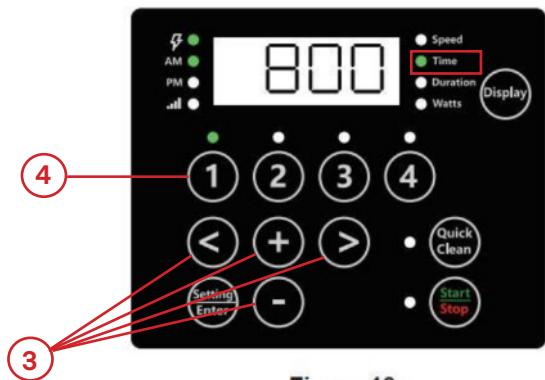

Figure 10
- 4) Appuyez sur "1". L'heure de démarrage de SPEED 1 s'affiche. Le voyant du paramètre "Time" commence à clignoter. **Voir Figure 10**